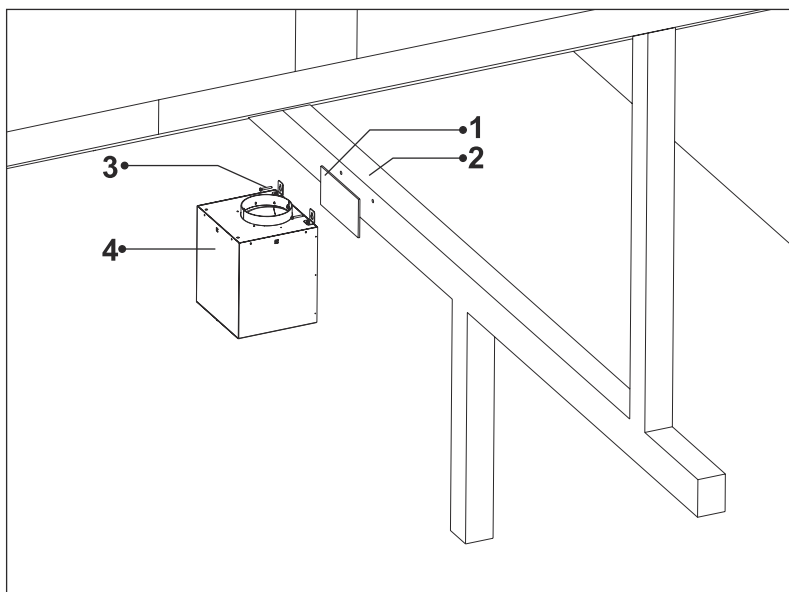

Fig. 17
12. ▶ Montere nu den eksterne loftmotor på spærret/lægten med 2 x 5,5x60mm skruer. (Fig. 17).